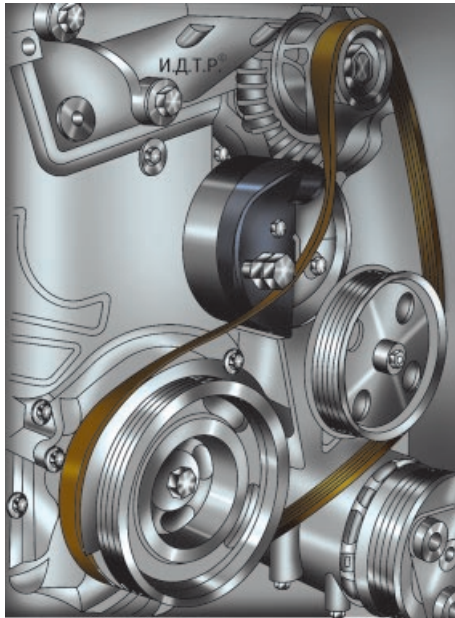

Рис. 5.14. Установка приспособления для монтажа ремня привода вспомогательных агрегатов и исходное положение ремня перед монтажом ремня
8. Снимите ремень со шкива водяного насоса и установите его на шкив генератора. Поверните приспособление для монтажа ремня против часовой стрелки в положение, показанное на рис. 5.14, и заведите ремень за лапку приспособления.